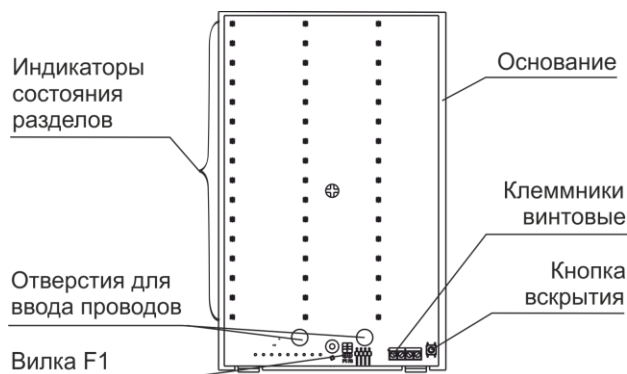

Рисунок 2
4.1 Конструктивно МИР выполнен в виде блока, состоящего из основания и съемной крышки. Внутри блока смонтирована печатная плата с радиоэлементами (рисунок 2).
<p>2 Через отверстия для ввода проводов (см. рис.2) на основании и плате МИР завести провода для подключения питания и интерфейса связи с МИ</p>
<p>3 Через отверстия для ввода проводов (см. рис.2) на основании и плате МИР завести провода для подключения питания и интерфейса связи с МИ</p>